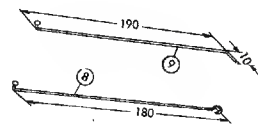
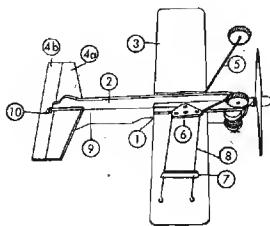

Fig. 564. Asta (9) e tiranti di comando (8).
Fig. 565. Velivolo a volo frenato visto dal basso.
gura 563. Poniamolo poi nel punto indicato sotto la parte (1), fissiamo l'esatta posizione e con un trapano ad archetto pratichiamo alcuni fori a destra e a sinistra della parte (1). Dopo aver unito il telaio (5) alla parte (1) con un filo di perlon per lenza (diametro 0,25 mm), infiliamo i fili di comando (8) (fig. 564), formati con raggi di bicicletta, nella leva (6), come pure il paraurti (9) (figura 565) per il timone di profondità. Questi raggi devono però essere privati dell'estremità filettata e devono risultare dritti. Fissiamo poi, con una vite M3 sotto la parte (1), la leva (6) e le parti (8) e (9). La parte (6) deve però rimanere leggermente mobile. Levighiamo poi i bordi della fusoliera (1), e così pure il timone di direzione, dopo averlo profilato.
Dopo aver lasciato asciugare il tutto, pieghiamo ad angolo retto l'estremità posteriore della parte (9), proprio all'altezza del foro praticato nella parte (10), e tagliamo un centimetro dopo la piega (fig. 564). La leva (6) deve essere parallela all'asse longitudinale della fusoliera. Infiliamo quindi l'estremità della parte (9) nel foro praticato nella parte (10) e, per impedirne l'uscita, fissiamola saldando un dischetto di ottone. Introduciamo ora nell'ascella di guida, attraverso gli appositi fori, i cavi (8) di comando, ed incolliamo questa assella, dopo averla inserita nella scanalatura praticata nell'ala (3). Dopo averla lasciata asciugare, applichiamo alle estremità dei cavi (8) degli occhielli, che dovranno essere esattamente ad uguale distanza dalla parte (6), quando il timone di profondità (4b) è orizzontale (fig. 565). A questi occhielli agganciamo in seguito i cavi di comando.